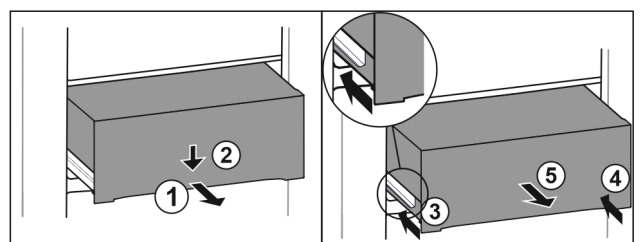

Fig. 100
- ▶ Вытяните выдвижной ящик наполовину. Fig. 100 (1)
- ▶ Вдавите выдвижной ящик в передней части вниз. *Fig. 100 (2)*
- ▶ Задвиньте левую направляющую прим. на 2 см. *Fig. 100 (3)*
- ▶ Задвиньте правую направляющую прим. на 2 см. *Fig. 100 (4)*
- ▶ Извлеките выдвижной ящик движением вперед. *Fig. 100 (5)*